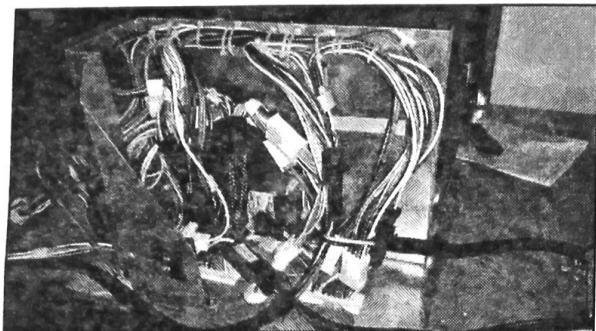

FIGURE 21
26. Rebrancher les 4 connecteurs de fil déconnectés pour laisser un dégagement pour l'acheminement du faisceau de câblage à l'étape 23. Voir Figure 21.